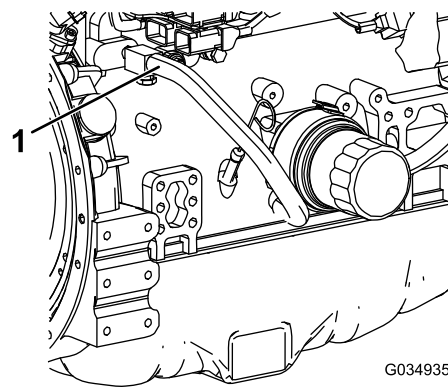

図 123
7. エンジンオイルクーラから冷却液ホースを外す 図 123。